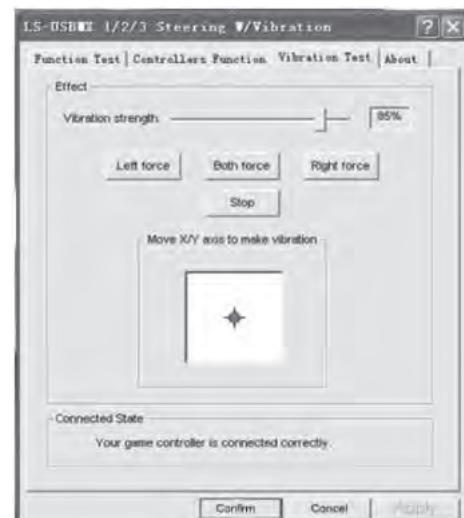

Рис. 9
- Выберите закладку «Vibration test» (третья строка, рис. 9) для проверки и настройки функции виброотдачи:
- передвигая курсор в строке Vibration strength мы можем увеличить или уменьшить силу виброотдачи, на рис. 9, например, она составляет 85 %;
- нажимая кнопки «Left force», «Both force» или «Right force» можно проверить функцию виброотдачи (см. рис. 9);